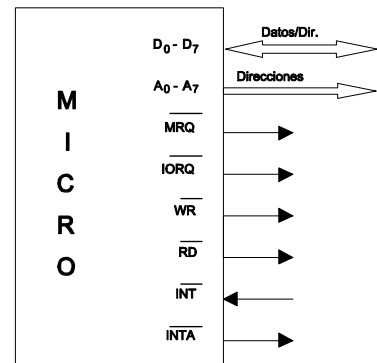

Figura 22. Microprocesador.
a) Diseñe un sistema de E/S basado en interrupciones vectorizadas (cada vez que se completa una conversión ha de producirse una interrupción) para gobernar este sistema de adquisición de datos, partiendo de las señales del microprocesador de la Figura 22. Incluya en el diseño la lógica necesaria para la lectura del vector de interrupción.